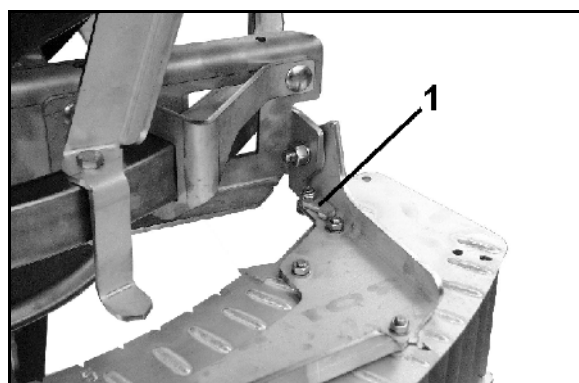

Fig. 77
stilles inn med teleskopvingene (Fig. 77/1) i henhold til opplysningene i spredetabellen og er avhengig av gjødseletypen som skal spres, og avstanden fra første kjørespor til kanten av jordet:
1. Sving teleskopvingene (Fig. 77/1) på spredeskiven inn i skalaens (Fig. 77/2) område når vingemutteren er løsnet. Les av tallverdien på avlesekannten (Fig. 77/3) og trekk til vingemutteren igjen.
2. Still inn den ytre vingedelen (Fig. 77/4) langs skalaen (Fig. 77/6) til en høyere bokstavverdi når mutteren er løsnet (Fig. 77/5) Den ytre vingedelens stilling leses av ved avlesekannten (Fig. 77/7) på skalaen.